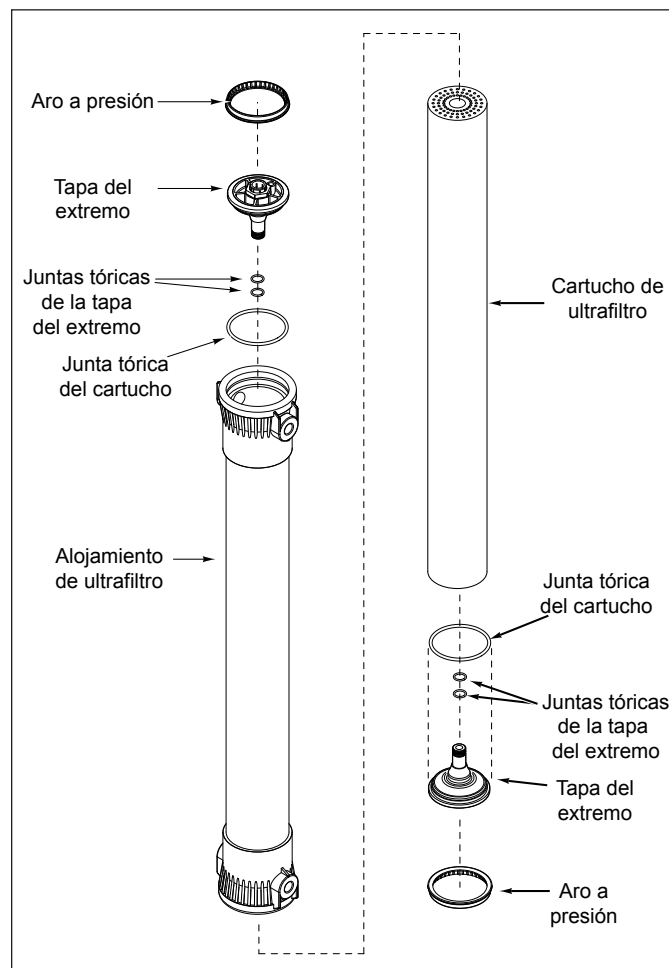

Figura 8. Reemplazar el cartucho de ultrafiltro
5. Retire el aro a presión (Figura 8) del alojamiento del ultrafiltro. Agarre la orejeta levantada con un par de pinzas o alicates y tire hacia el centro de la tapa del extremo y para afuera. Debe desprenderse el aro a presión del surco.
6. Retire la tapa del extremo, la junta tórica de la tapa del extremo y el cartucho (Figura 8) del alojamiento.